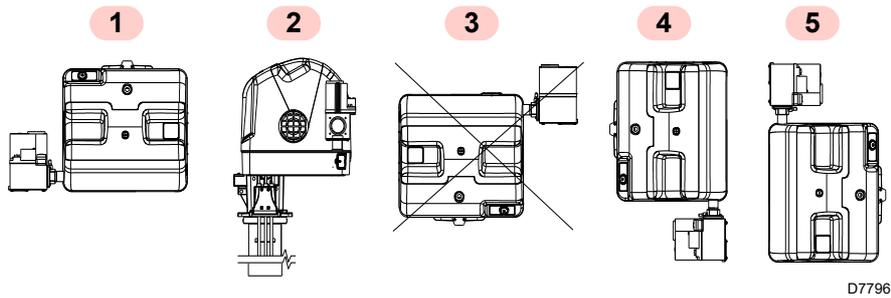

Fig. 13
- Le brûleur est exclusivement prévu pour fonctionner dans les positions **1, 2, 4 et 5** (Fig. 13).
- Toutes les positions nécessitent l'installation de la vanne gaz avec les bobines orientées vers le haut ou horizontalement (Fig. 13).